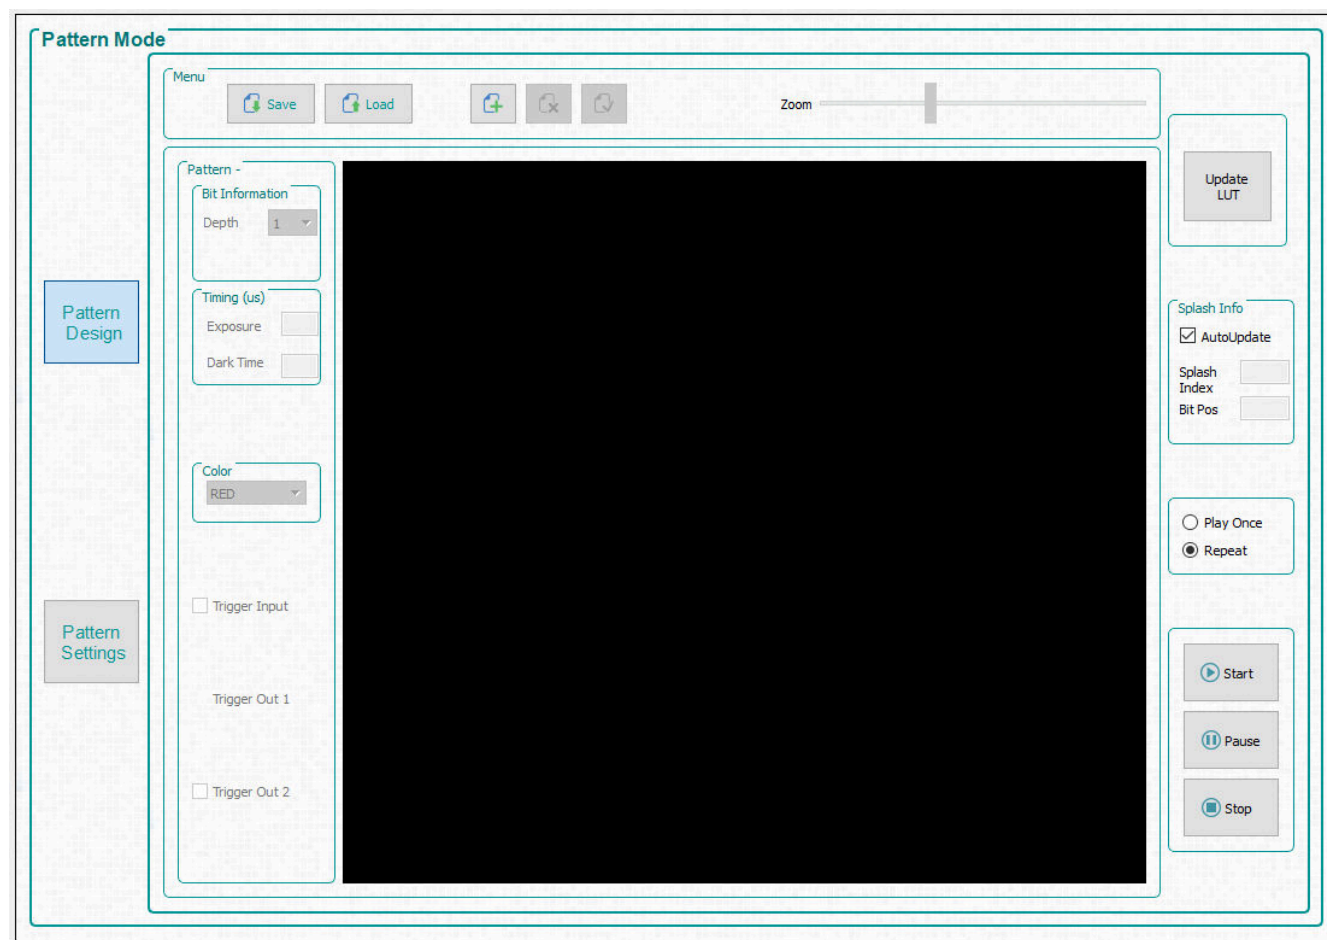

図 3-6. [Pattern Mode] デザイン パネル
GUI の上端にある [Pattern Mode] ボタンをクリックすると、図 3-6 に示す [Pattern Mode] パネルが表示されます。
2. [Operating Mode] グループ ボックスから [Pattern On-The-Fly Mode] を選択してから、[Pattern Design] ボタンをクリックすると、図 3-6 に示すような大きな黒いパネルが表示されます。